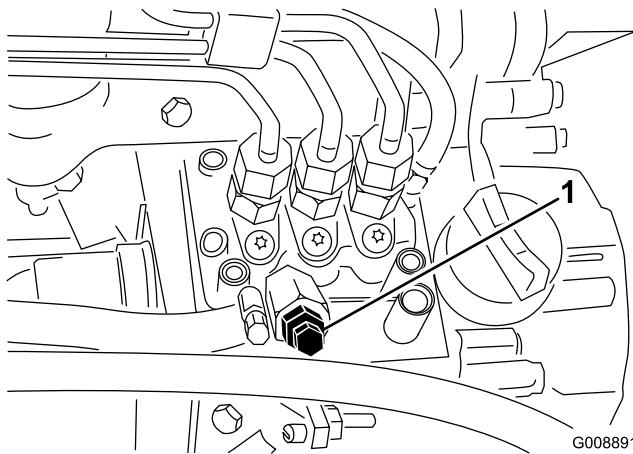

Bild 34
3. Öffnen Sie die Entlüftungsschraube an der Kraftstoffeinspritzpumpe (Bild 34).